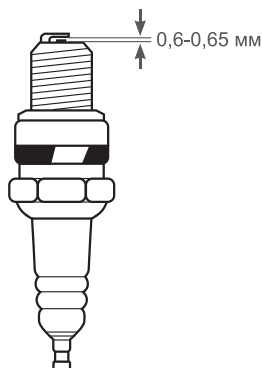

Рис. 25 Свеча зажигания
- Измерьте зазор между электродами свечи зажигания специальным щупом. Зазор должен быть 0,6-0,65мм (Рис. 25). При увеличении или уменьшении требуемого зазора рекомендуется заменить свечу, так как регулировка зазора может привести к изменению качества искрообразования.